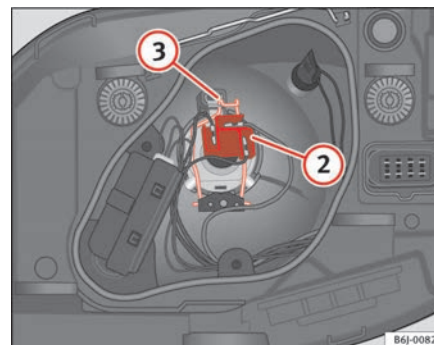

Abb. 152 Abblend- /
- Ziehen Sie den Stecker ⇒ Seite 235, Abb. 152 ② von der Lampe ab.
- Die Haltefeder ⇒ Seite 235, Abb. 152 ③ durch Eindrücken und Rechtsdrehung abnehmen.